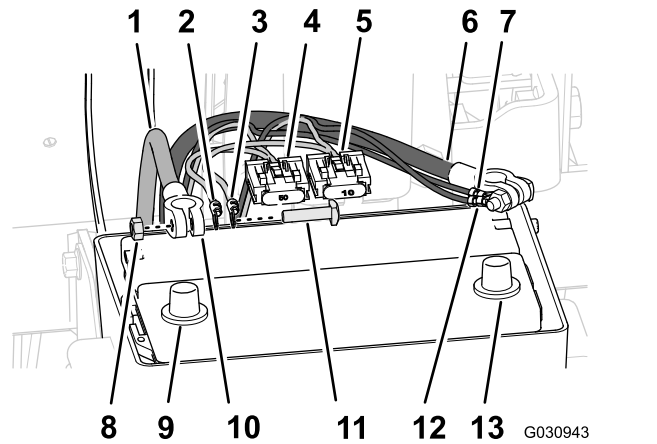

Bild 144
- Verlegen Sie den Pluspol (rotes Kabel), den Minuspol (schwarzes Kabel) und den Sicherungskasten (50 A) des hinteren Kabelbaums zwischen dem Batteriekasten und dem Chassis der Maschine (Bild 144).
- Entfernen Sie die T-Schrauben und Sechskantmuttern von den Polen der Plus- und Minuskabel der Batterie (Bild 144).
- Setzen Sie eine T-Schraube durch den Pluspol (rotes Kabel) des hinteren Kabelbaums, den Pluspol des elektrischen Navigationskabelbaums und den Pol des Pluskabels der Batterie (Bild 144) ein.
- Befestigen Sie die Pole und die T-Schraube lose mit einer Sechskantmutter (Bild 144).
Navigationskabelbaums und den Pol des Minuskabels der Batterie (Bild 144) ein.
7. Befestigen Sie die Pole und die T-Schraube lose mit einer Sechskantmutter (Bild 144).